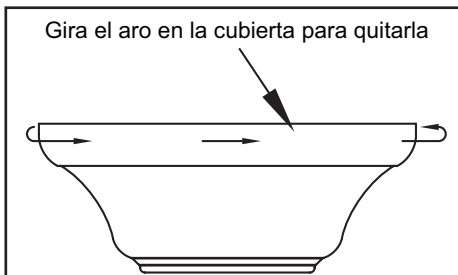

Figura 5
1. Retira el aro en la cubierta, girando a la derecha hasta destrabarlo (Figura 5).